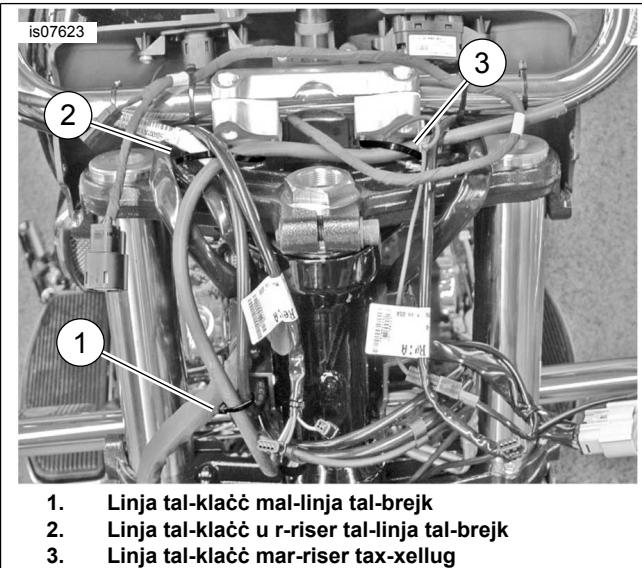

Figura 1. Linji tal-Fluwidu tal-Brejk u tal-Klaċċi (Fairing Imneħħija għall-kjarezza)
4. **Mudelli Fairing:** Ara Figura 1 . Neħħi ċ-ċineg tal-kejbil li jorbtu l-linja tal-fluwidu tal-klaċċ mal-linja tal-brejk u l-klamp tal-manubriju.
2. **Mudelli Fairing:** Ara Figura 1 . Irrutja l-linja tal-fluwidu tal-klaċċ għal ġol-fairing mal-master cylinder b'tali mod li jmur lura lejn il-mogħdija oriġinali. Issikka b'mod laxk il-linja ma' kull riser tal-manubriju u l-linja tal-brejk bi tliet ċineg ġodda (mixtri ja separatament).
9. **Mudelli Fairing:** Ara Figura 1 . Orbot l-linja tal-fluwidu tal-klaċċ mal-klamp tal-manubriju u l-linja tal-brejk billi tuża tliet ċineg tal-kejbil ġodda. **Mudelli FLRT:** Ara Figura 6 . Installa ċ-ċinga tal-kejbil madwar t-tubu tal-frejm u l-linja tal-klaċċ għal ġoxx-xaqq iż-żgħir fil-brekit tal-bowtie. **Mudelli Softail:** Ara Figura 8 . Aġġusta r-routing għal fuq quddiem l-ABS (jekk meħtieg) u 'l-isfel lejn in-naħha tal-lemin tal-frejm tat-tubu. Orbot kif humwa mniżżeż matul it-tnejħhija.